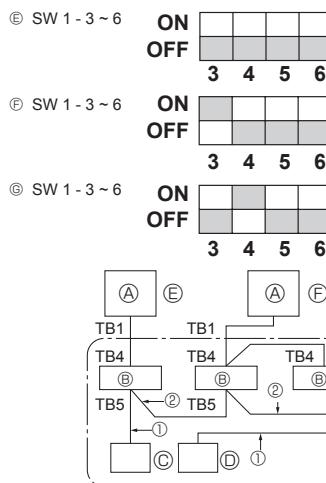

Fig. 9-1
9. Kontrolle des Systems (Fig. 9-1)
| 9. Contrôle du système (Fig. 9-1) | 16 |